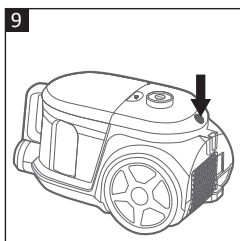

Fig. 9
3. Sostenga el enchufe y presione el botón de rebobinado del cable (14) con la otra mano para rebobinarlo (Fig. 9). Guíe el cable con la mano para evitar que el enchufe y el cable produzcan un latigazo al rebobinar.
4. Para transportar la aspiradora, levante el asa de transporte (14).